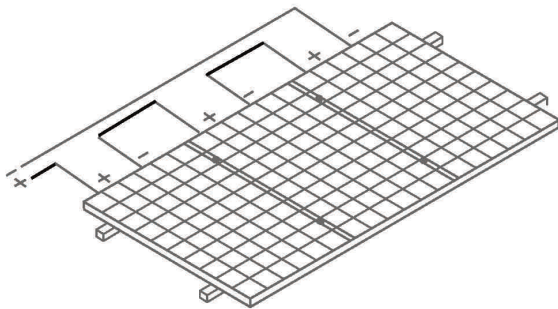

Abbildung. 5 Reihenschaltung
- Verwenden Sie keine unterschiedlichen Modultypen in derselben PV-Solaranlage. Wenn Module in Reihe geschaltet werden, darf die Spannung jedes Strangs die maximale Systemspannung nicht überschreiten (Reihenschaltungsmethode wie in Abb. 5 unten dargestellt). Referenzformel für die maximale Anzahl der in Reihe geschalteten Module: maximale Systemspannung der Module / (1,25*Leerlaufspannung).